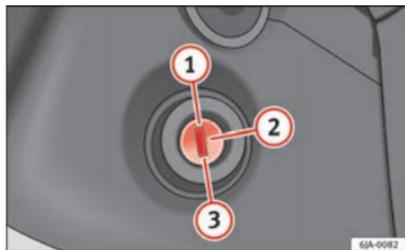

Fig. 101 Posiciones de la llave de contacto
- Durante la marcha con el motor parado, la llave de encendido tiene que estar siempre en la posición  ⇒ **fig. 101** ⇒ página 144 (encendido conectado). Esta posición se señala encendiéndose los testigos de control. De no respetar esta regla, podría producirse inesperadamente el bloqueo de la dirección – ¡Peligro de accidente!
- El motor de arranque se puede accionar (posición de la llave en el encendido  ⇒ **fig. 101** ⇒ página 144) tan sólo si el motor está parado. Al accionar el motor de arranque con el motor en movimiento, éstos pueden sufrir daños.
- Pise el pedal del embrague a fondo ② ⇒ fig. 101 ⇒ página 144 y arranque el motor ③ – sin pisar el pedal de gas. Mantenga pulsado el pedal del embrague hasta que el motor no arranque.
- Suelte la llave de contacto en cuanto se ponga en marcha el motor. La llave vuelve a la posición ②.
- Si a cabo de unos 10 segundos el motor no se pone en marcha, vuelva la llave a la posición ①. Repita la acción transcurridos unos 30 segundos.
Pare el motor girando la llave del encendido hasta la posición ① ⇒ fig. 101 ⇒ página 144. ■